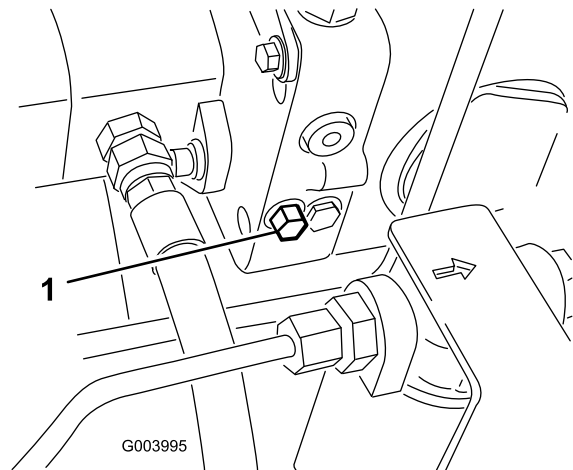

Figure 69
1. Tournez le boulon de la vanne de dérivation une fois et demie pour ouvrir la vanne et permettre la dérivation interne de l'huile (Figure 69).